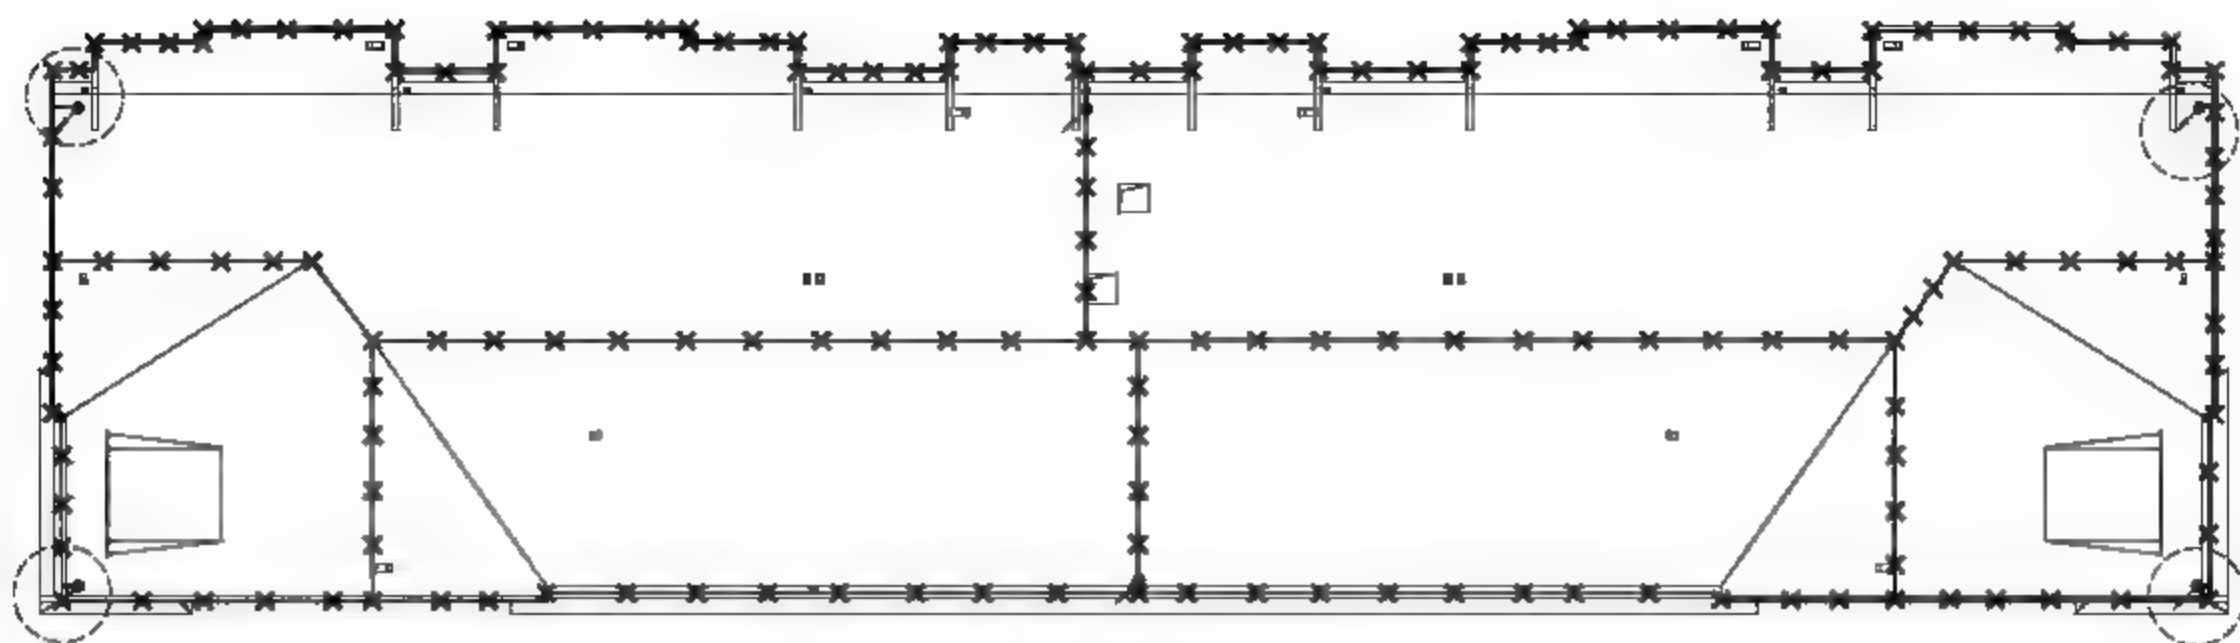

图12-28 绘制连接线路
**05** 调用PL【多段线】命令，绘制地下引线与接闪线之间的连接线路，结果如图12-28所示。